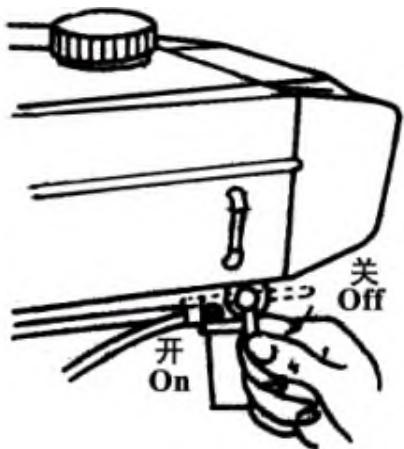

Рис. 15 Топливный кран
3. Поверните топливный кранник в положение OFF (перекрыт), как показано на рис. 15.